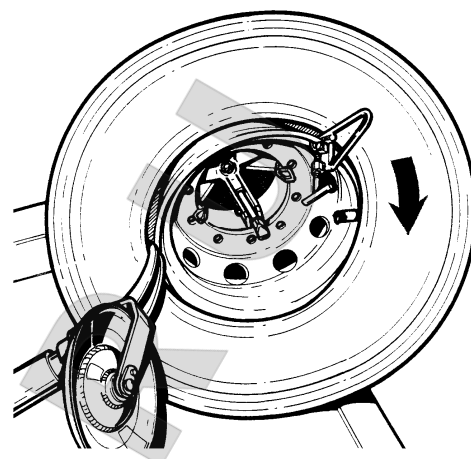

Рис.35
3. Закрепите струбцину на ребре обода, при этом ниппель должен находиться следующим после струбцины по направлению вращения (Рис. 35).